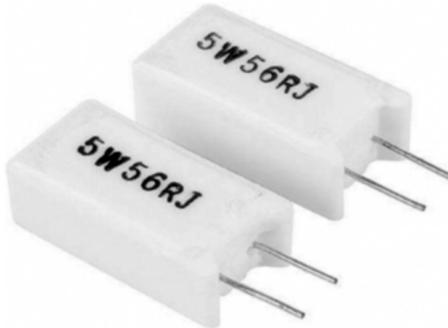

图 1-11 水泥电阻
(1) 碳膜电阻。碳膜电阻是膜式电阻器(film resistors)中的一种。它采用高温真空镀膜技术将碳紧密附在瓷棒表面形成碳膜,然后加适当接头切割,并在其表面涂上环氧树脂密封保护而成的。其表面常涂以绿色保护漆。碳膜的厚度决定阻值的大小,通常通过控制膜的厚度和刻槽来控制电阻器值。碳膜电阻也称热分解碳膜电阻,它是碳氢化合物在真空中高温热分解的碳沉积在基体上的一种薄膜电阻。碳膜电阻价格低廉,性能稳定,阻值与功率范围宽。
(2) 金属膜电阻。金属膜电阻是膜式电阻器中的一种。它采用高温真空镀膜技术将镍铬合金或类似的合金紧密附在瓷棒表面形成皮膜,经过切割调试阻值,以达到最终要求的精密阻值,然后加适当接头切割,并在其表面涂上环氧树脂密封保护而成。由于它是引线式电阻,方便手工安装及维修,故可用在大部分家电、通信装备、仪器仪表上。
(3) 水泥电阻。水泥电阻是由水泥充填密封而成的,其外形如图 1-11 所示。水泥电阻有普通水泥电阻和水泥线绕电阻两类。水泥电阻属于功率较大的电阻,能够允许较大电流的通过。它的作用和一般电阻一样,只是可以用在电流大的场合,如与电动机串联,限制电动机的起动电流,阻值一般不大。水泥电阻具有外形尺寸较大、耐震、耐湿、耐热及散热性良好、价格低等特性,广泛应用于电源适配器、音响设备、音响分频器、仪器、仪表、电视机、汽车等设备中。